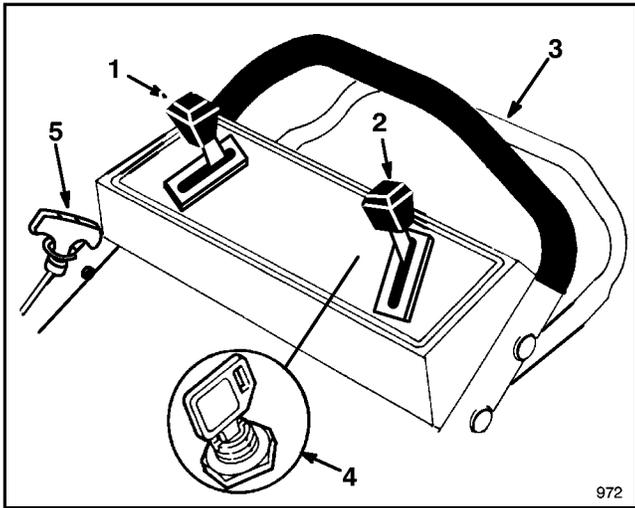

Abbildung 11
STEUERVORRICHTUNG—Startschlüssel (Elektrostart-Modell), Gashebel, Geschwindigkeitshebel, Antriebshebel und Seilstarter befinden sich am oberen Griff (Abb. . 11).
3. STARTEN MIT E-START—Den Schlüssel auf **☒** (START) drehen und loslassen, sobald der Motor läuft. Wenn der Motor anspringt, den Gashebel von **☒** (CHOKE) nehmen und die Drehzahl nach Bedarf regulieren. Wenn die Batterie zu schwach ist, um den Motor zu starten, kann der Motor mit dem Seilstarter gestartet werden (Abb. 11).